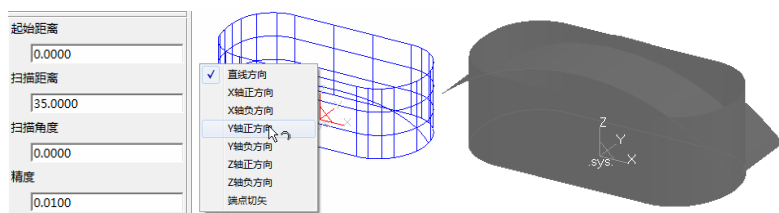

图 8-82 创建扫描曲面 1
1) 选择下拉菜单“造型”→“曲面生成”→“扫描面”命令, 或者单击“曲面生成栏”工具栏上的“扫描面”按钮, 填入起始距离、扫描距离、扫描角度和精度等参数, 按空格键弹出矢量工具, 选择“Y 轴正方向”为扫描方向, 依次拾取上一步所创建曲线, 扫描面生成, 如图 8-82 所示。